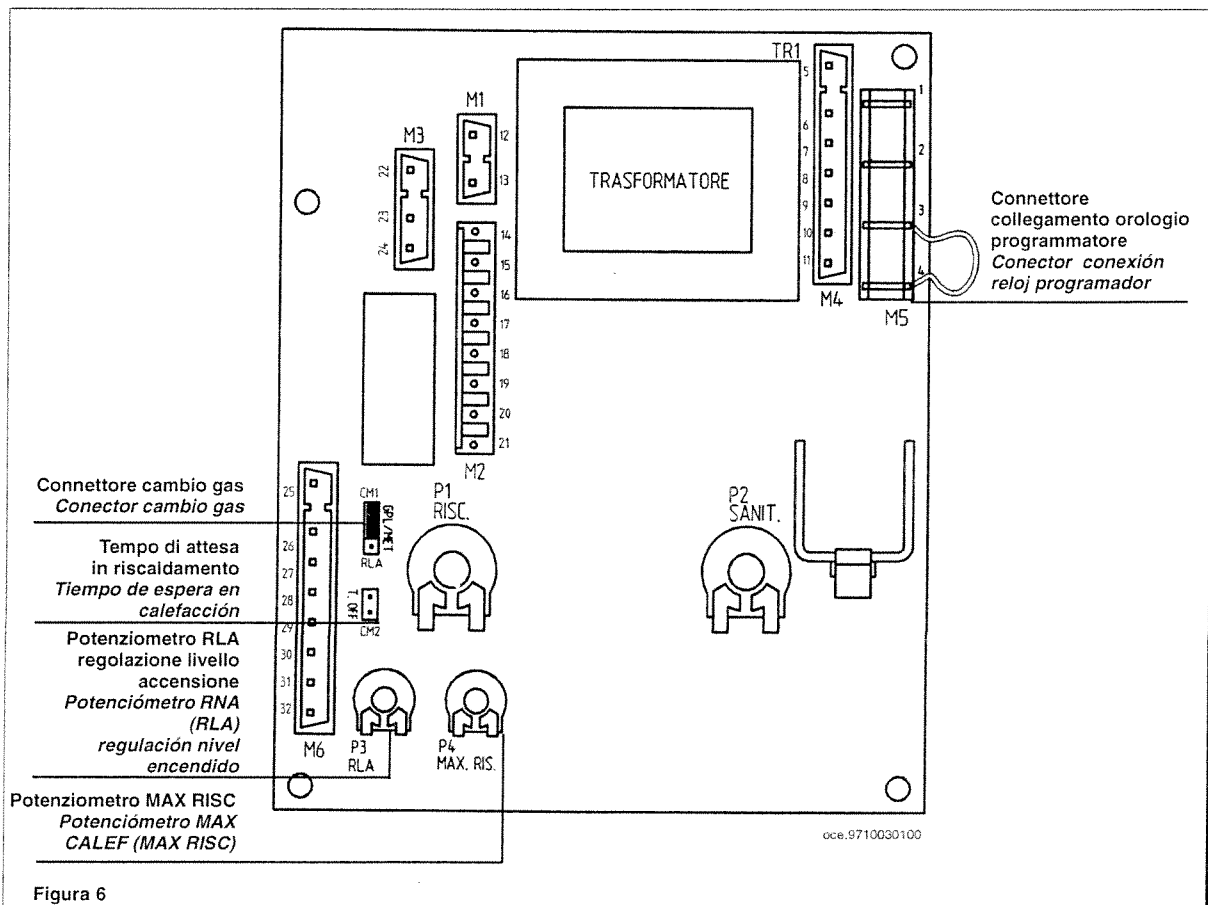

Figura 6
- collegare il motore del programmatore al connettore della scheda elettronica principale (morsetti 1 e 2 di figura 6);
- conectar el motor del programador al conector de la tarjeta electrónica principal (bornes 1 y 2 de figura 6);
- posizionare il ponticello, nel connettore cambio gas, nel settore MET per il gas metano o nel settore GPL per il gas liquido (figura 6 a pagina 15).